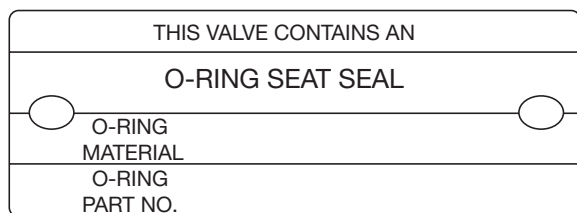

Bild 38: Ventil O-ringstag
6. Om ventilen har en O-ringstättning ska O-ringen bytas ut. Se dess märkskylt (se bild 38) för att fastställa O-ringens material och artikelnummer "as-built".